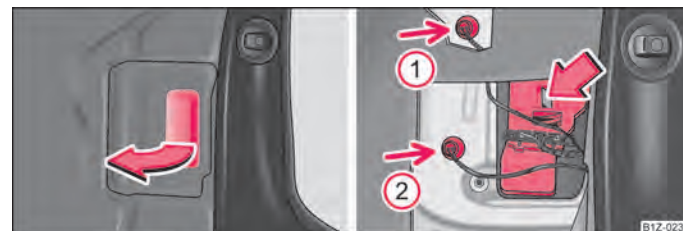

Fig. 190 Portbagajul: Capacul suportului becului / Demontarea suportului lămpii
- Deschideți capacul suportului cu becuri ⇒ fig. 190 - stânga.
- Scoateți becurile lămpii (săgeata ① și ②).
- Apăsăți elementele de fixare în sensul săgeții și scoateți suportul cu becuri ⇒ fig. 190 - dreapta.
- Scoateți becurile lămpii finale (săgeata ① și ②).
- Scoateți becul defect (săgeata ① respectiv ②) din carcasă și înlocuiți-l cu unul nou.